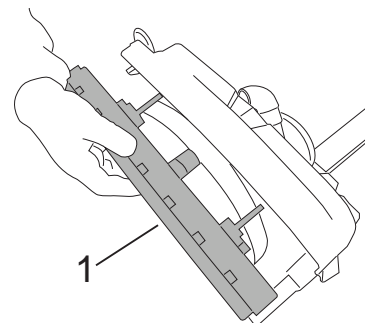

Fig.40
- Verwijder het zuigrubber uit de machine (Fig.40-Ref.1).